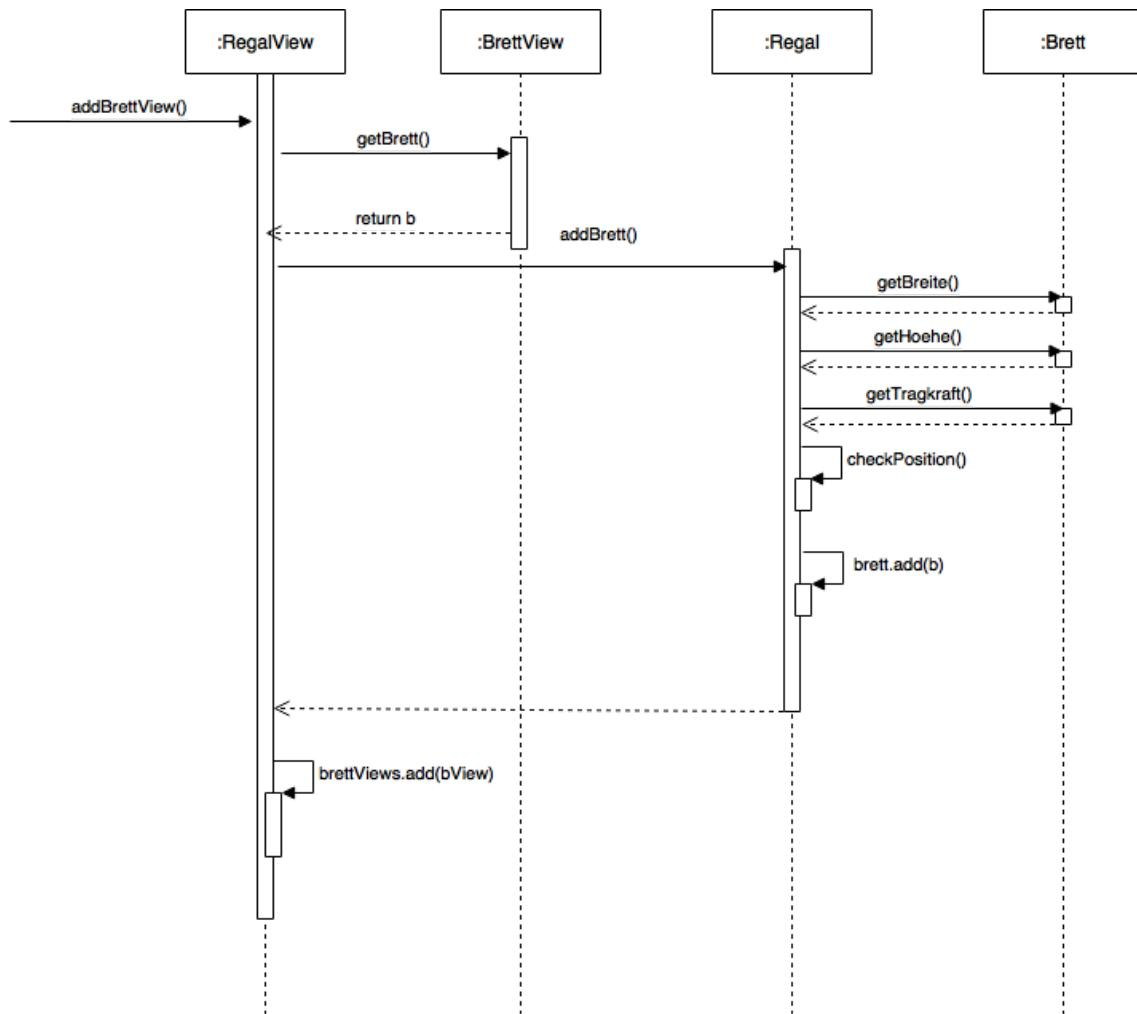

Abbildung 9: Laufzeitsicht: Brett einfügen, UML-Diagramm
1.2.4. Brett einfügen (Abb. 9)